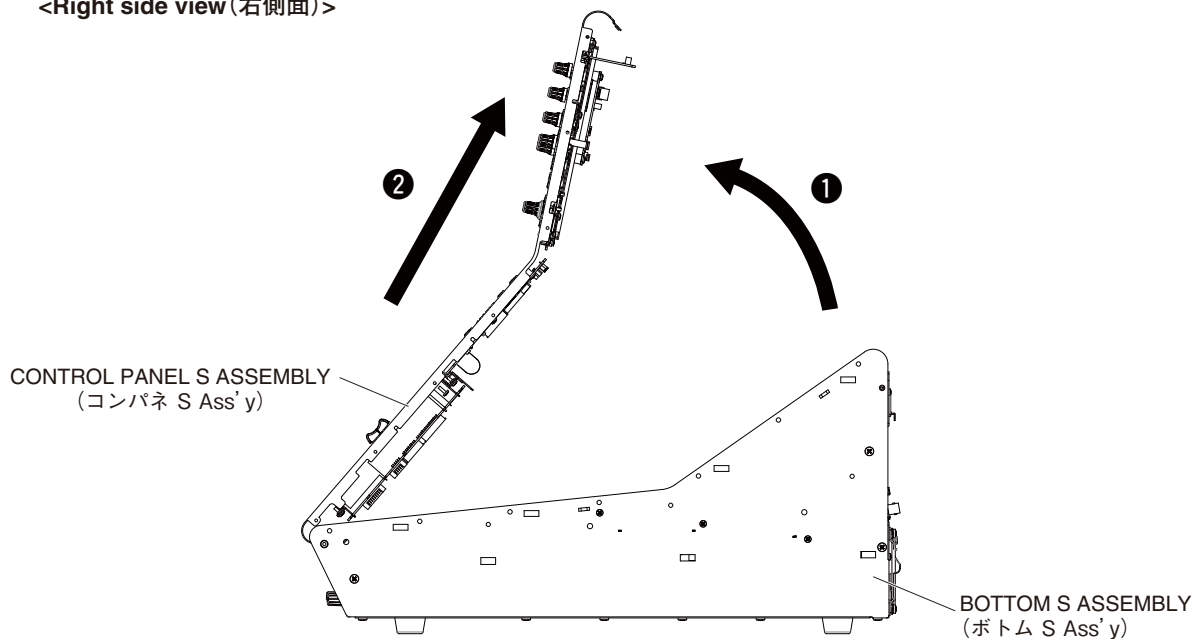

Fig. 3(図3)
- 2-4 Remove the control panel S assembly in the direction of the arrow in Fig. 3.
- 2-4 コンパネ S Ass'y を取り外す際は、図 3 で示す矢印の方向へ外します。